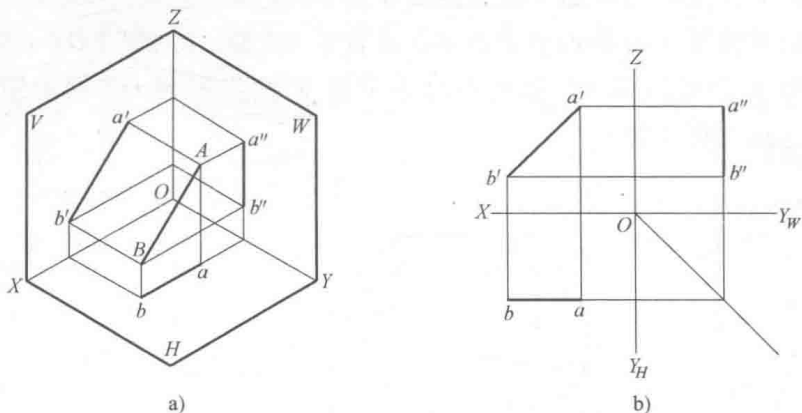

图 1-26 正平线
2) 投影面平行线：平行于一个投影面，倾斜于两个投影面的直线称为投影面平行线。平行于  $V$  面的直线称为正平线；平行于  $H$  面的直线称为水平线；平行于  $W$  面的直线称为侧平线。其投影特性为“平行面上投影为实长线，其余两面是短线”，图 1-26 所示为正平线的投影。